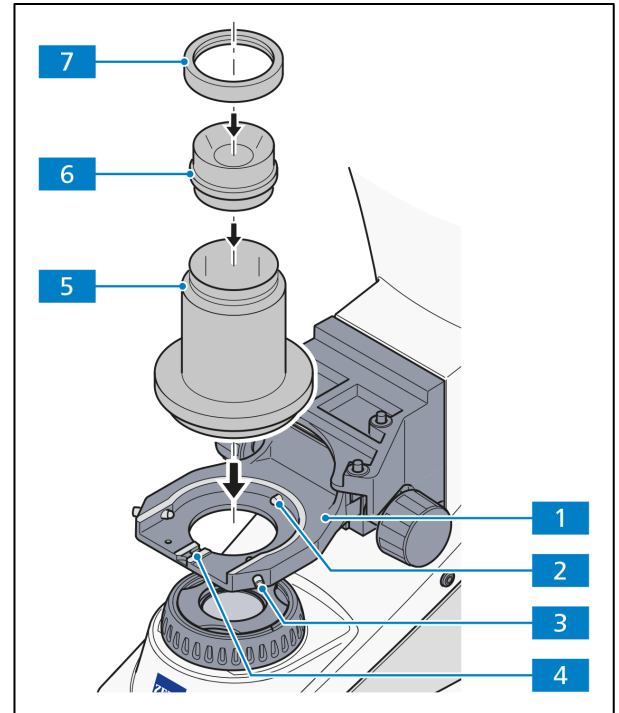

Abb. 3-14 Dunkelfeldkondensator anlegen
- Dunkelfeldkondensator (Abb. 3-14/6) in den Kondensorhalter Z (Abb. 3-14/5) einsetzen und mit dem Befestigungsring (Abb. 3-14/7) fixieren.
- Kondensorhalter Z (Abb. 3-14/5) gegen das Federhaus (Abb. 3-14/2) im Kondensorträger (Abb. 3-14/1) drücken.
- Beide Zentrierschrauben (Abb. 3-14/3) am Kondensorträger (Abb. 3-14/1) soweit anziehen, dass diese in die Ringschwalbe des Kondensorhalters Z (Abb. 3-14/5) eingreifen.